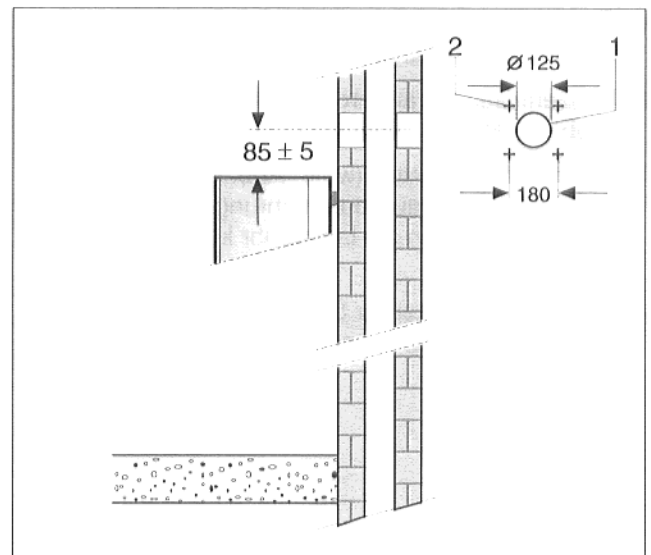

Abb. 15 Lage der Montageöffnung
- Lage der Montageöffnung 85 mm über der Oberkante des Heizkessels anzeichnen (Abb. 15).
- Montageöffnung (Abb. 15, Pos. 1),  $\varnothing$  125 mm bohren und Dübel (Abb. 15, Pos. 2) zur Befestigung der Abdeckplatte an der Außenwand setzen.